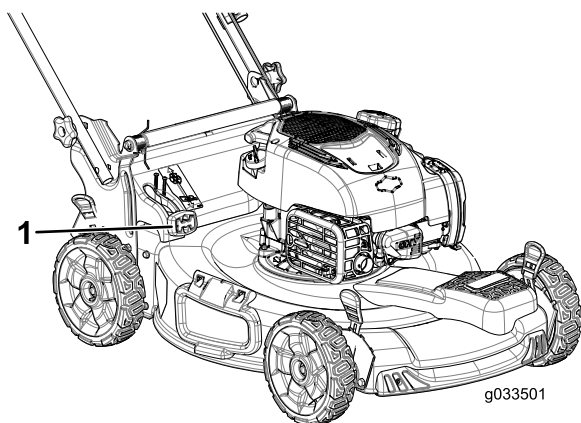

Figura 23
- Para ensacar los recortes de hierba y hojas, presione hacia dentro el botón de la palanca de ensacado a demanda y mueva la palanca hacia delante hasta que salga el botón de la palanca (Figura 23).